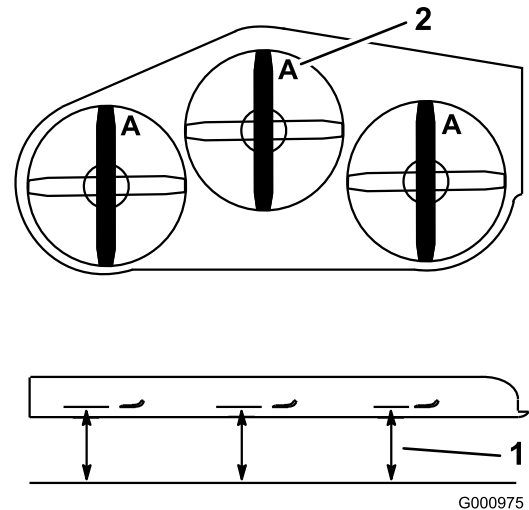

Figura 98
3. Girate le lame fino a disporle in parallelo con la lunghezza della macchina (Figura 98). Misurate da un
piano orizzontale fino al tagliente delle lame, posizione A, (Figura 98). Prendete nota di questa misura.